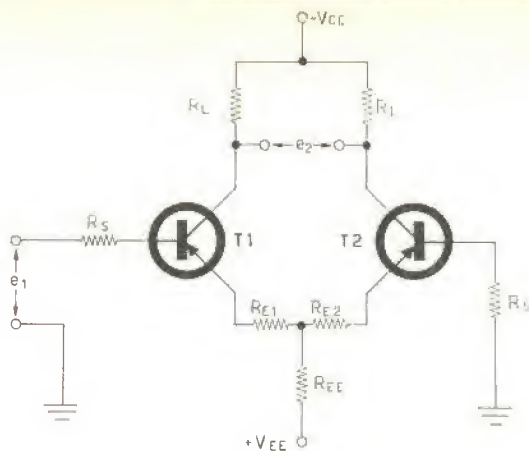

Fig. 4 - Stadio amplificatore differenziale fondamentale.
Consideriamo uno stadio amplificatore differenziale nella sua forma fondamentale data in fig. 4 (bibliografia 4). Siano  $e_1$  ed  $e_2$  le tensioni d'ingresso e d'uscita rispettivamente. Esisterà una relazione che lega queste due
Chiameremo la (3), dato il suo carattere, equazione di equilibrio del circuito di fig. 4. E' necessario quindi che quest'equazione sia sempre verificata a ogni temperatura. Ora osservando il secondo membro della (3) si nota come appaia la differenza  $R_{E1} - R_{E2}$ , differenza che può essere variata variando le relative resistenze del circuito reale.
Per tutti questi circuiti (di cui il fondamentale è stato dato in fig. 4) il guadagno in tensione è il fattore  $K$  che compare nelle equazioni (1) e (2) e di cui si riporta per comodità l'espressione in funzione degli elementi del circuito:
$K$  è quindi il guadagno numerico in tensione dei circuiti di fig. 4, fig. 5 e fig. 6 e per passare al guadagno in tensione espresso in decibel si userà la ben nota relazione.